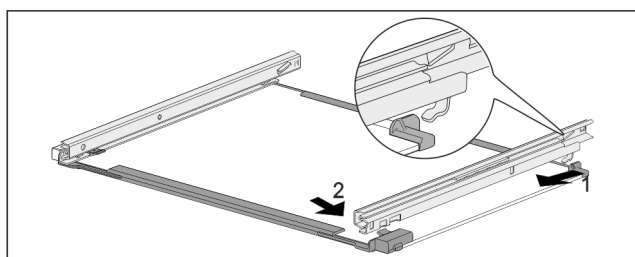

Fig. 111 Glasplaat met rails
- Rail achter vasthaken. Fig. 111 (1)
- Rail voor vasthaken. Fig. 111 (2)